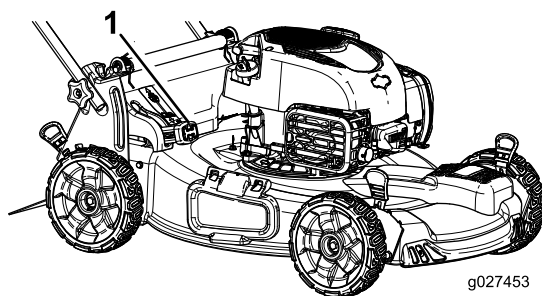

図 23
- **集草しながらの刈り込みをしたい場合には**、レバーの頭部にあるボタンを押し込んでレバーを前に倒します。ボタンが飛び出して来ればセット完了です **図 23**。